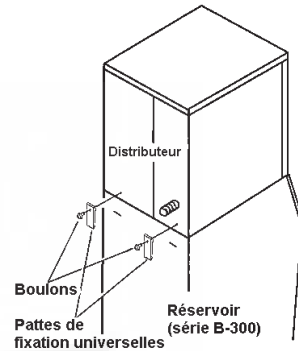

Figure 2
- 4) Dans le paquet d'accessoires, trouvez les deux pattes universelles et boulons pour fixer le distributeur sur le réservoir (voir Figure 2).